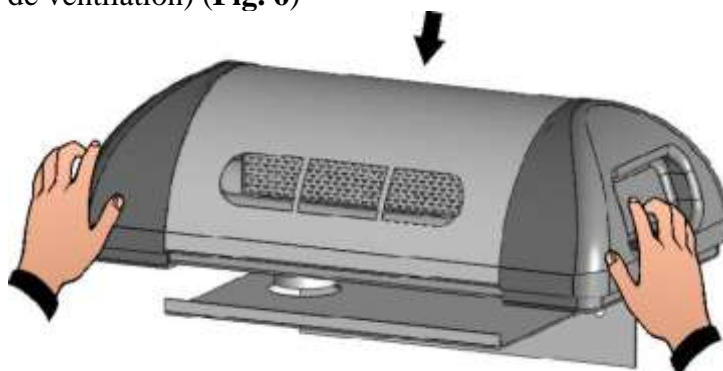

Fig. 6
3. Fixer le support de fixation au mur, de niveau, aussi bien dans le sens transversal que longitudinal (un pour chaque tête de ventilation) (**Fig. 6**)